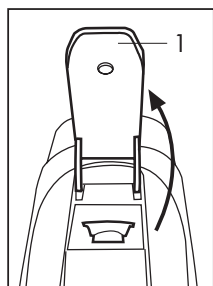
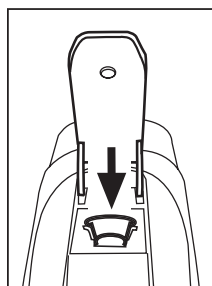

Fig. 8
Fig. 9
- Levante completamente la palanca de mando (1) (Fig. 8) e inserte una cápsula en el espacio adecuado. (Fig. 9)